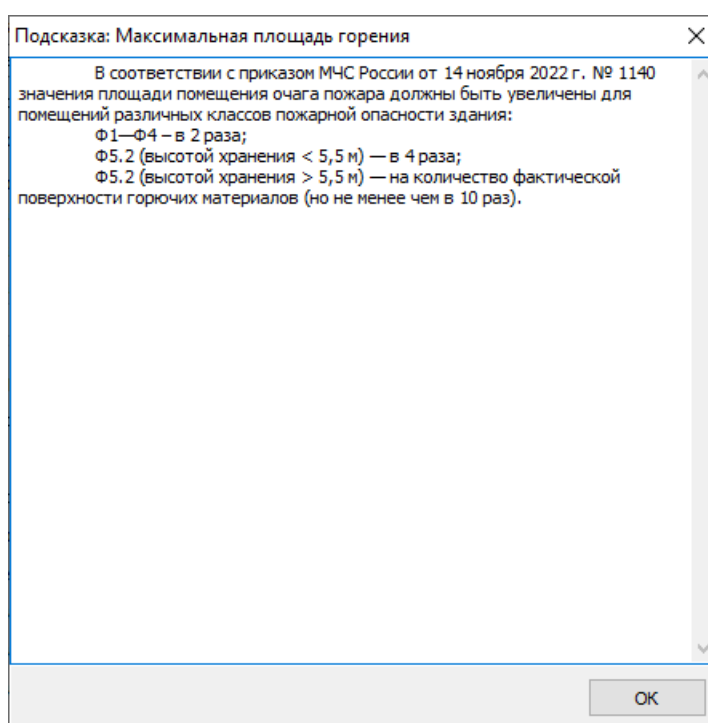

Рис. 8.13. Площадь горения
- Укажите максимальную площадь горения в соответствии с приказом МЧС России от 14.11.22 г. №1140 (см.рис.8.13), либо укажите свое значение.